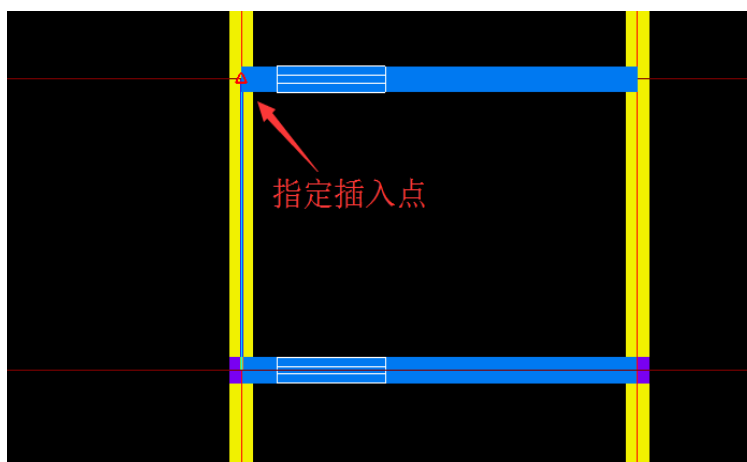
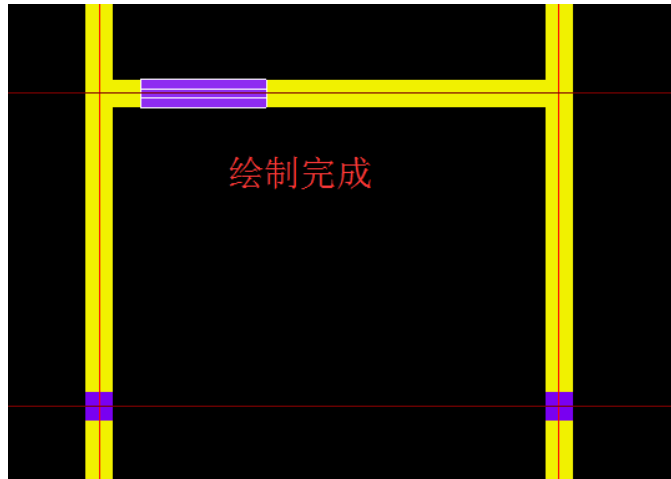

图 2-19 指定插入点
图 2-20 绘制完成
③ 单击鼠标左键指定一点，确定要移动的目标位置，则所选构件图元将被移动到目标位置，如图 2-19、图 2-20 所示。